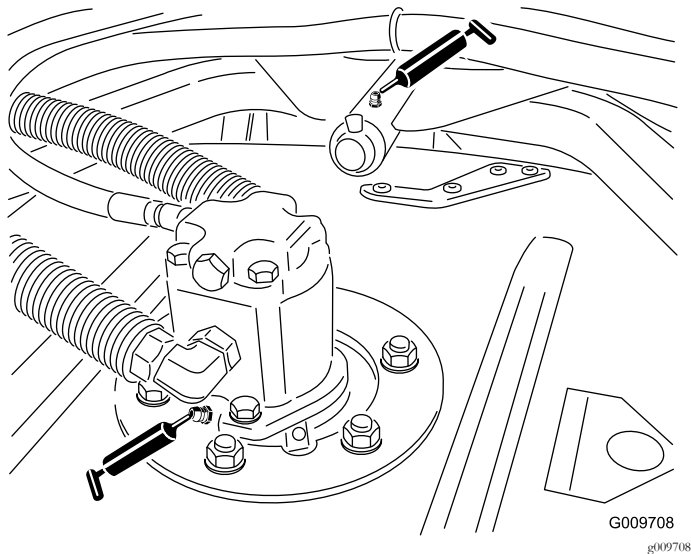

Figura 36
- Cojinetes de eje de unidad de corte (2 por carcasa) tal y como se muestra en la Figura 36
- Casquillos de brazo de tiro de la unidad de corte (1 por carcasa) tal y como se muestra en la Figura 36